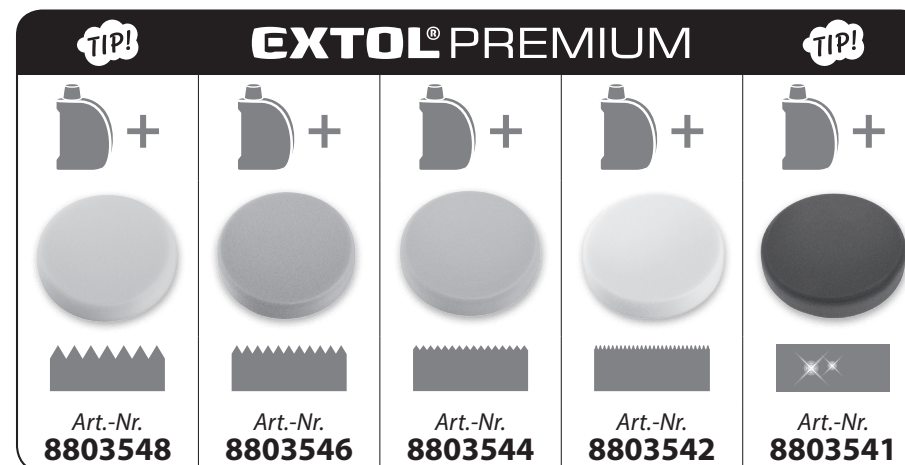

Abb. 2
- Die Orbital-Poliermaschine Extol® Premium 8892510 ist vor allem zum Polieren, Konservierung und Behandlung von Fahrzeuglacken ohne Wasser und auch **zum Retuschieren von kleinen Fahrzeuglackfehlern** (z. B. Entfernung von tieferen Kratzern, Überlackierungen, Asphaltspitzern von Fahrbahnen und Insektenresten, Abschleifen der Mikroschicht vom ausgewitterten Lack um den ursprünglichen Farbton wieder herzustellen, Verschleifen und Behandlung von Roststellen, Entfernung von mikrofeinen flachen Kratzern nach Fahrzeugwäsche, Hologrammen u. ä.) **unter Anwendung der dafür bestimmten Schaumteller und der jeweiligen Paste/Emulsion mit Schleifwirkungen und Polierpasten (Autokosmetik) bestimmt.** Die Übersicht der Schaumteller mit ihrem Verwendungszweck ist oben in der Tabelle 1 und ihr Anwendungsprinzip auf dem nachstehenden Bild 2 angeführt.